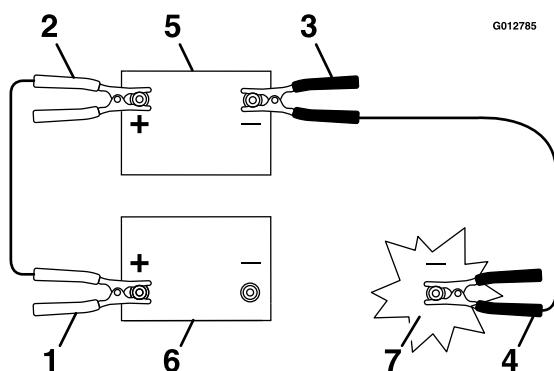

Figure 59
3. Branchez le câble positif (+) à la borne positive (+) de la batterie à plat qui est reliée au démarreur ou au solénoïde, comme montré à la Figure 59.